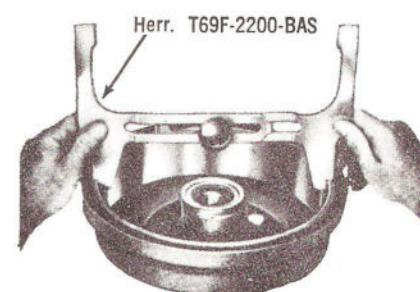

Fig. 4—Medición del Tambor.
- Utilice la Herramienta T69F-2200-BAS (Fig. 4) y determine el diámetro interior de la superficie de frenaje del tambor.